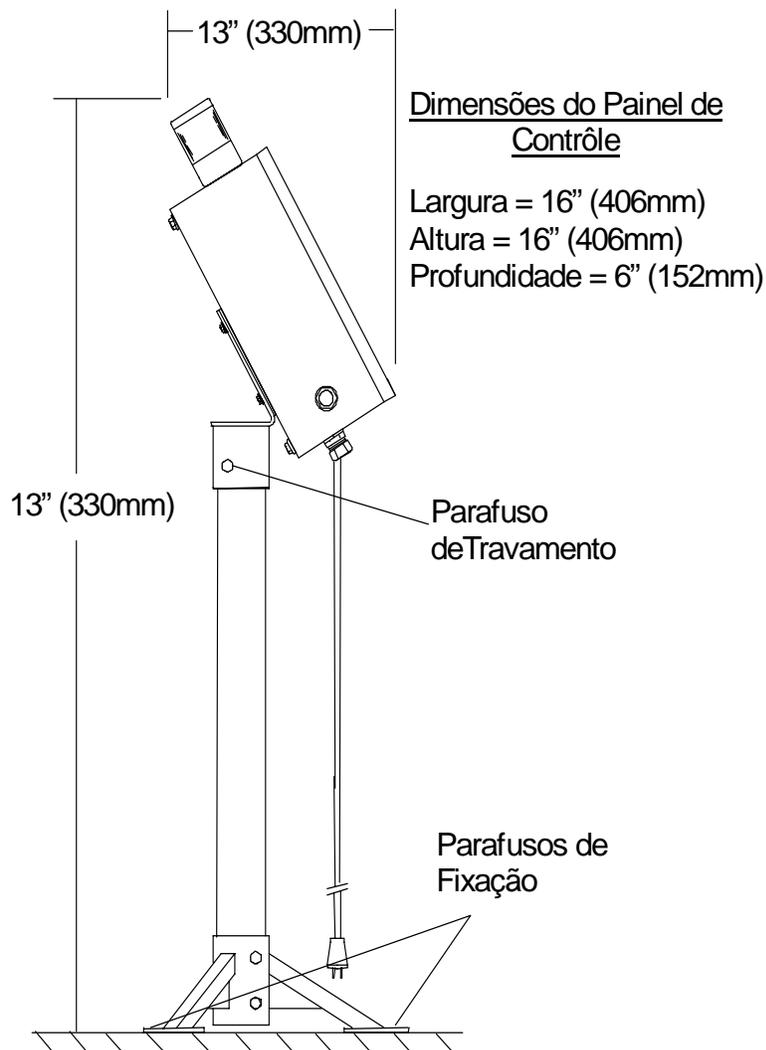

Figura 4-16 Especificações do Painel de Controle
1. Montar o pedestal do painel de controle como mostrado na Figura 4-16 abaixo.